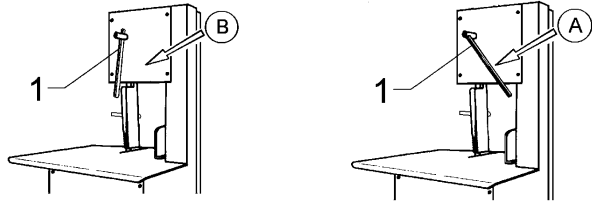

图 7.6.1
7.6.1、锯条张紧度设定 (图7.6.1)
锯片张紧度可通过机械地转动旋鈕“1”来设定。转动位置“A”上的旋鈕（图7.6.1），锯片将被拉紧。要解除锯片的张紧，旋转位置“B”上的旋鈕。